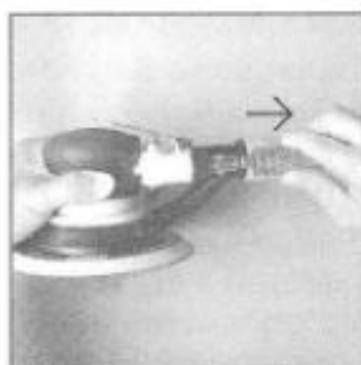

Figura 7
2. Desconecte a ferramenta do suprimento de ar (Figura 7).
1. Desconecte a ferramenta da fonte de ar (Figura 7).